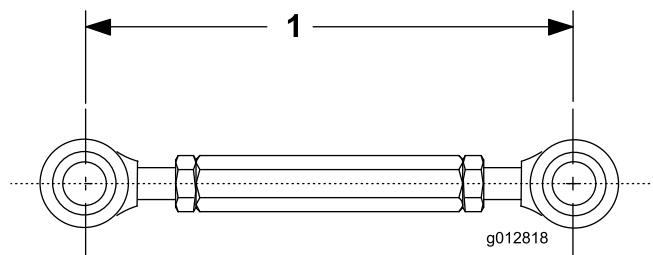

Figura 4
- Ajuste la longitud del acoplamiento roscado a 19 cm, y apriete las contratuercas (Figura 4).